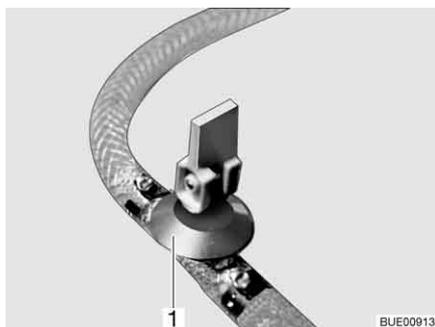
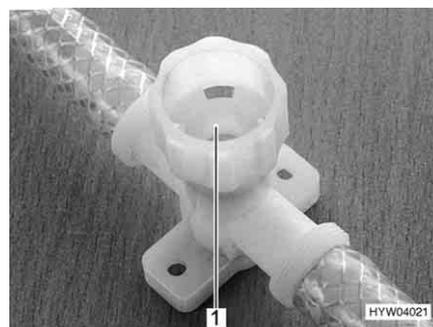

Fig. 134 Rubinetto di scarico (con leva a bilancere)
Fig. 135 Rubinetto di scarico (con tappo a vite)
- Chiudere tutti i rubinetti di scarico. Mettere la leva a bilanciere del rubinetto di scarico (Fig. 134,1) orizzontale o chiudere il coperchio del rubinetto di scarico (Fig. 135,1) in senso orario.